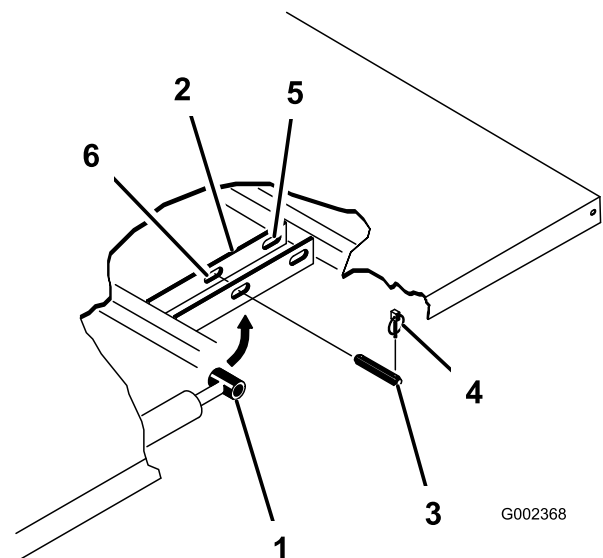

Figura 42
4. Retire os pinos de sujeição das extremidades exteriores dos pinos de forquilha da haste do cilindro (Figura 42).
5. Retire os pinos de forquilha que prendem as extremidades da haste do cilindro nas placas de montagem da caixa empurrando os pinos para dentro (Figura 42).
6. Retire os pinos de sujeição e os passadores de forquilha que prendem os apoios articulados nos canais da estrutura (Figura 42).